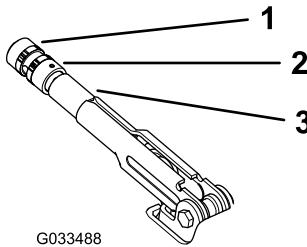

図 57
2. 調整ノブをブレーキレバーに固定している固定ねじをゆるめる図 57。
3. ノブ図 57を回し、20-22kg程度の力でブレーキを作動させられるように調整する。
4. 調整が終わったら固定ねじを締める図 57。